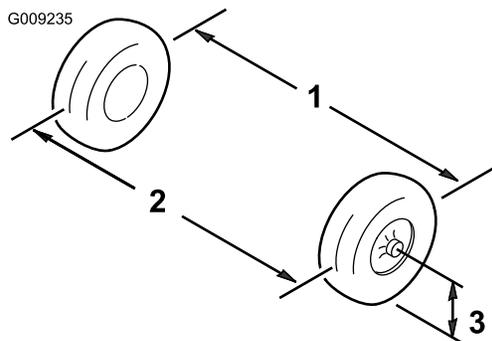

Figura 48
2. Misurate la distanza tra i pneumatici anteriori all'altezza dell'assale, davanti e dietro le ruote (Figura 48).